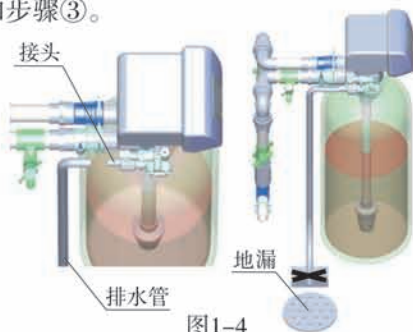

图1-4
⑤安装排水管路
- 如图1-4所示，将排水软管插入排水接头；
- 将排水软管如图1-4所示固定好。
●绝对不能把排水管与下水道相连，须在二者之间留有一定的空隙（如图1-4）。以防污水被虹吸到水处理器中。